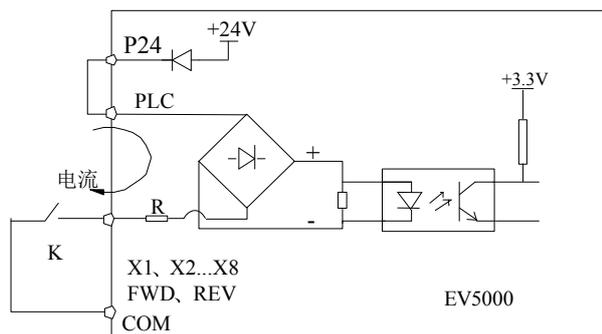

图4-21 使用内部 24V 电源的连线方式
EV5000 多功能输入端子采用了全桥整流电路，如图 4-21 所示。PLC 是 X1~X8、FWD、REV 的公共端子，流经 PLC 端子的电流可以是拉电流，也可以是灌电流。X1~X8、FWD、REV 与外部接口方式非常灵活，典型的接线方式如下：
1) 使用变频器内部的 24V 电源，接线方式如图 4-21。